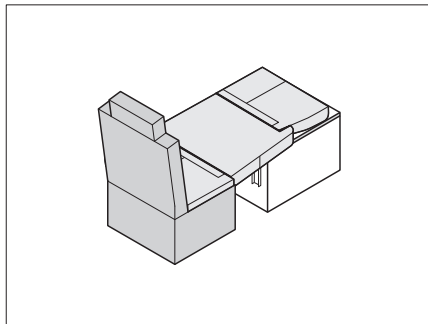

Bild 213 Positionera sittedynor
- Ta bort ryggstödet (Bild 213,1) från enkelsätet (se kapitel 7.17.8).
- Placera sittedynor och extradynor på det sänkta bordet som visas i Bild 213.